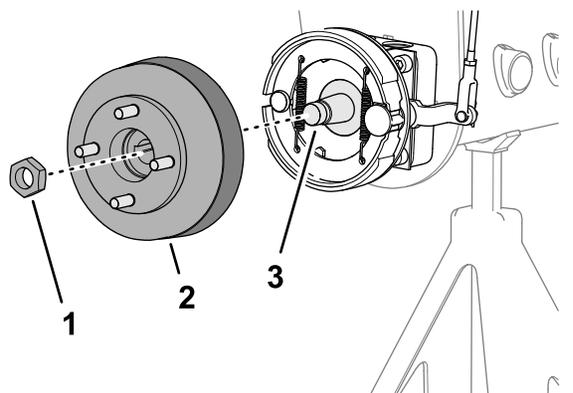
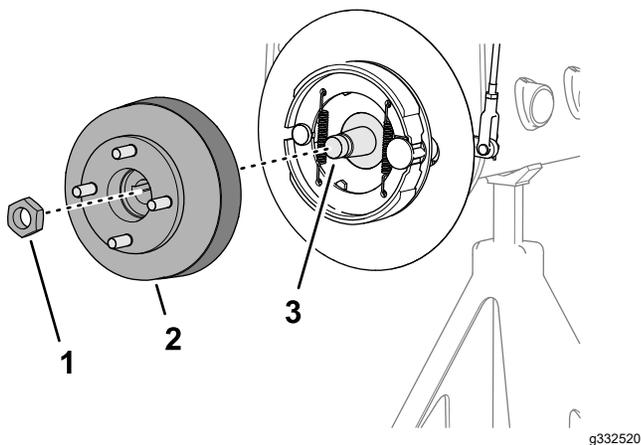

Figure 86
Figure 87
3. Montez le moyeu de roue et le tambour de frein sur l'arbre du moteur de roue (Figure 86 ou Figure 87).
- Fixez le moyeu de roue sur l'arbre avec le contre-écrou (Figure 86 ou Figure 87), et serrez à la main.